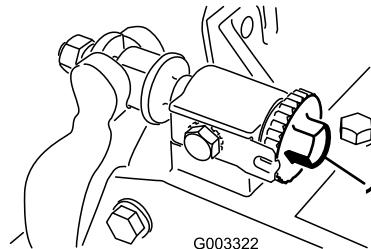
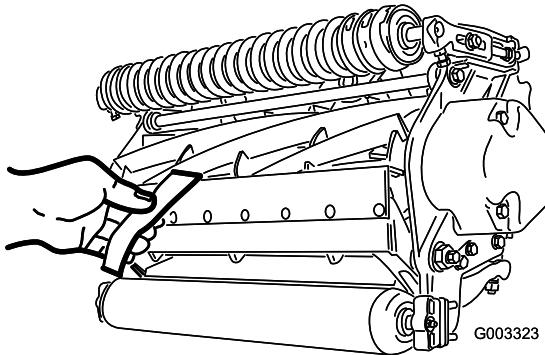

Bild 8
Bild 9
1. Stellen Sie die Maschine auf eine flache, ebene Arbeitsfläche. Stellen Sie sicher, dass die Spindel das Untermesser nicht berührt. Drehen Sie die Einstellschrauben des Untermesserträgers nach links (Bild 8).
3. Führen Sie an einer Seite der Spindel einen langen Streifen Papier zwischen der Spindel und dem Untermesser ein (Bild 9). Drehen Sie die Einstellschraube des Untermesserträgers, während Sie die Spindel langsam vorwärts drehen, nach rechts (am selben Ende der Spindel) (Bild 8), jeweils um einen Klick, bis das Papier fest gehalten wird, wenn Sie es von vorne parallel zum Untermesser einführen. Wenn das Papier gezogen wird, sollten Sie einen leichten Widerstand spüren.
5. Vergewissern Sie sich nach dieser Einstellung, dass die Spindel Papier einklemmen kann, das von vorne eingeführt wird, und Papier schneiden kann, das senkrecht zum Untermesser eingeführt wird (Bild 9). Papier müsste sich mit minimalem Kontakt zwischen Untermesser und Spindelmessern schneiden lassen. Wenn ein zu großer Spindelwiderstand besteht, läppen oder schleifen Sie das Mähwerk nach, um die für einen genauen Schnitt erforderlichen scharfen Kanten zu erhalten (weitere Angaben finden Sie in der Toro Anleitung Schärfen von Spindel- und Sichelmähern, Form No. 80-300PT).